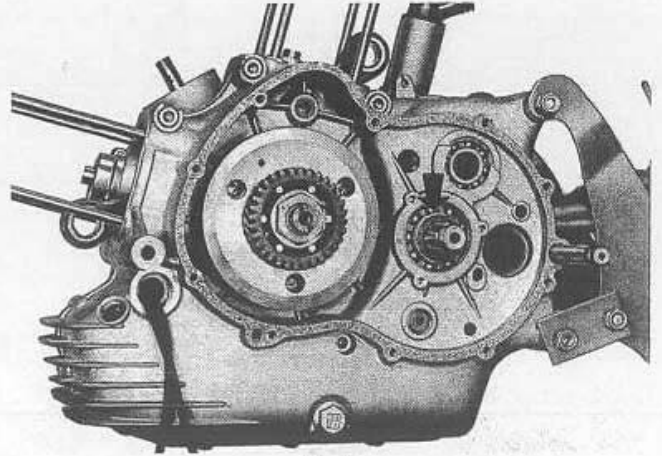

Fig. 88
(vedi fig. 88).
Occorre ricordare che sotto la campana frizione deve essere posta la relativa rondella di spallamento, vedi fig. 88, nella quale si vede la rondella già montata.
**FITTING THE FLYWHEEL-GEAR ASSEMBLY** (see fig. 88).
Remember to place the thickness washer under the clutch housing (see fig. 88, where washer is already fitted).